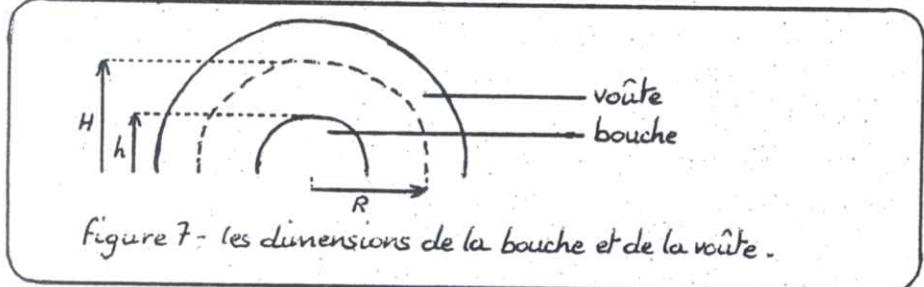

Figure 7 - les dimensions de la bouche et de la voute.
► La bouche. Trois critères influent sur les dimensions de la bouche (figure 7), elle doit être :